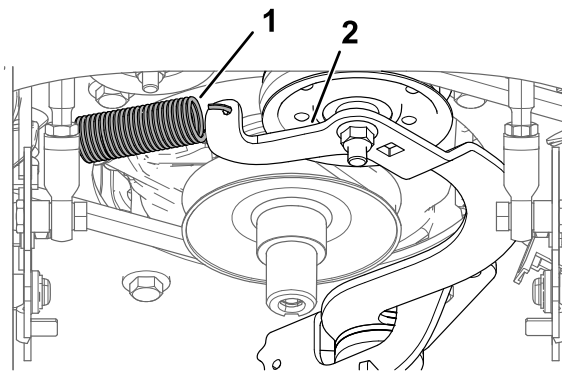

Figure 58
6. Insérez un cliquet dans le trou carré du bras de la poulie de tension pour détendre la courroie (Figure 58).
10. Accrochez le ressort à son point d'ancrage. Avec le cliquet, exercez une tension sur le ressort pour permettre à la courroie de passer par-dessus le bord de la poulie de tension (Figure 58).